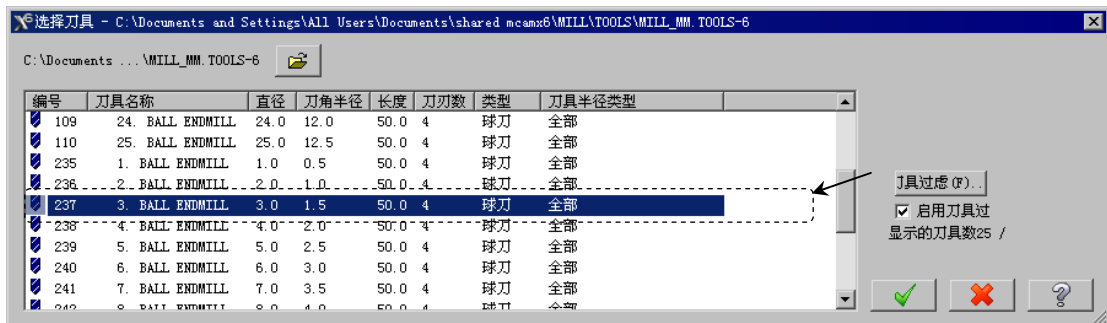

图 20.41 “选择刀具”对话框
Step4. 选择刀具。在“曲面残料粗加工”对话框中, 单击  按钮, 系统弹出图 20.41 所示的“选择刀具”对话框, 在该对话框的列表框中选择图 20.41 所示的刀具。单击  按钮, 关闭“选择刀具”对话框, 系统返回至“曲面残料粗加工”对话框。